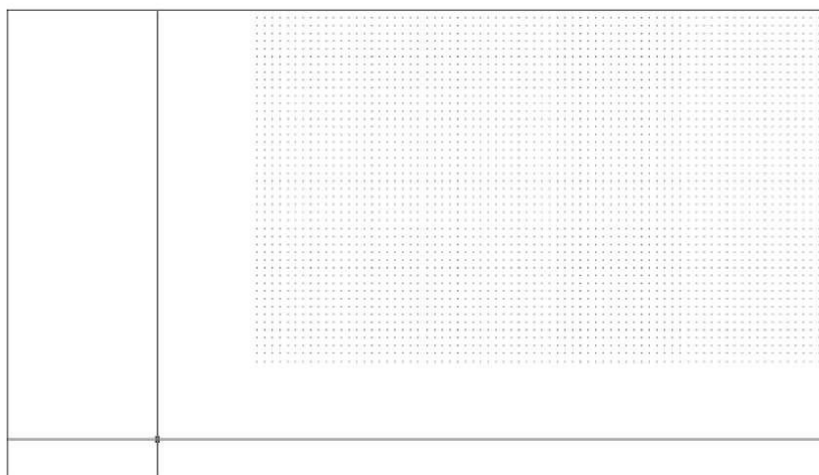

Рис.6 Сетка после увеличения границ чертежа
4. Как только вы введете координаты правого верхнего угла, сетка существенно увеличится в размере, выйдя за пределы области черчения (рис.6). Как вы уже знаете, для того, чтобы увидеть всю сетку, нужно увеличить масштаб изображения. Для этого можно воспользоваться инструментами **Уменьшить (ZoomIn)** или **Зумировать в границах (ZoomExtents)**, но мы в этот раз для применим инструмент **Зумировать все (ZoomAll)**.